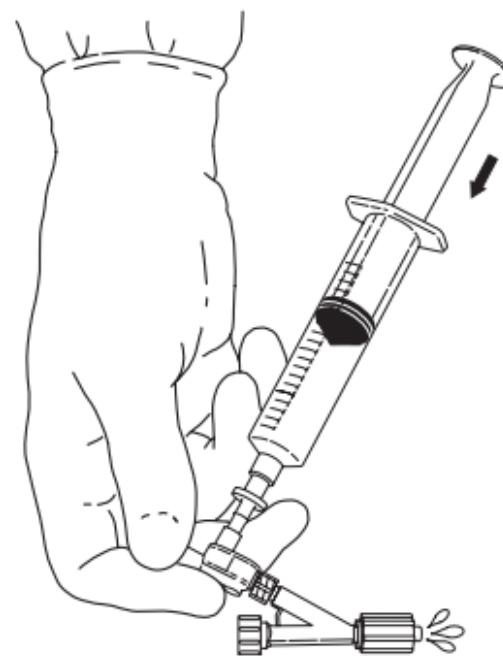

Fig. 3
5. Töm ut återstående luft genom att placera tummen över injektionsporten. Spola långsamt ut de återstående luftbubblorna ur dubbelpärrventilen och Tuohy-Borst-adaptern. (**Fig. 3**)